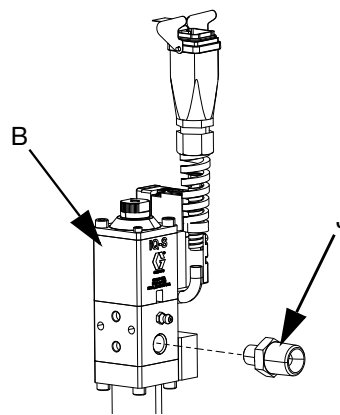

FIG. 26
- 8. Fixer le raccord pivotant à la vanne (J) sur la vanne de distribution (B), tel qu'illustré à la FIG. 26.